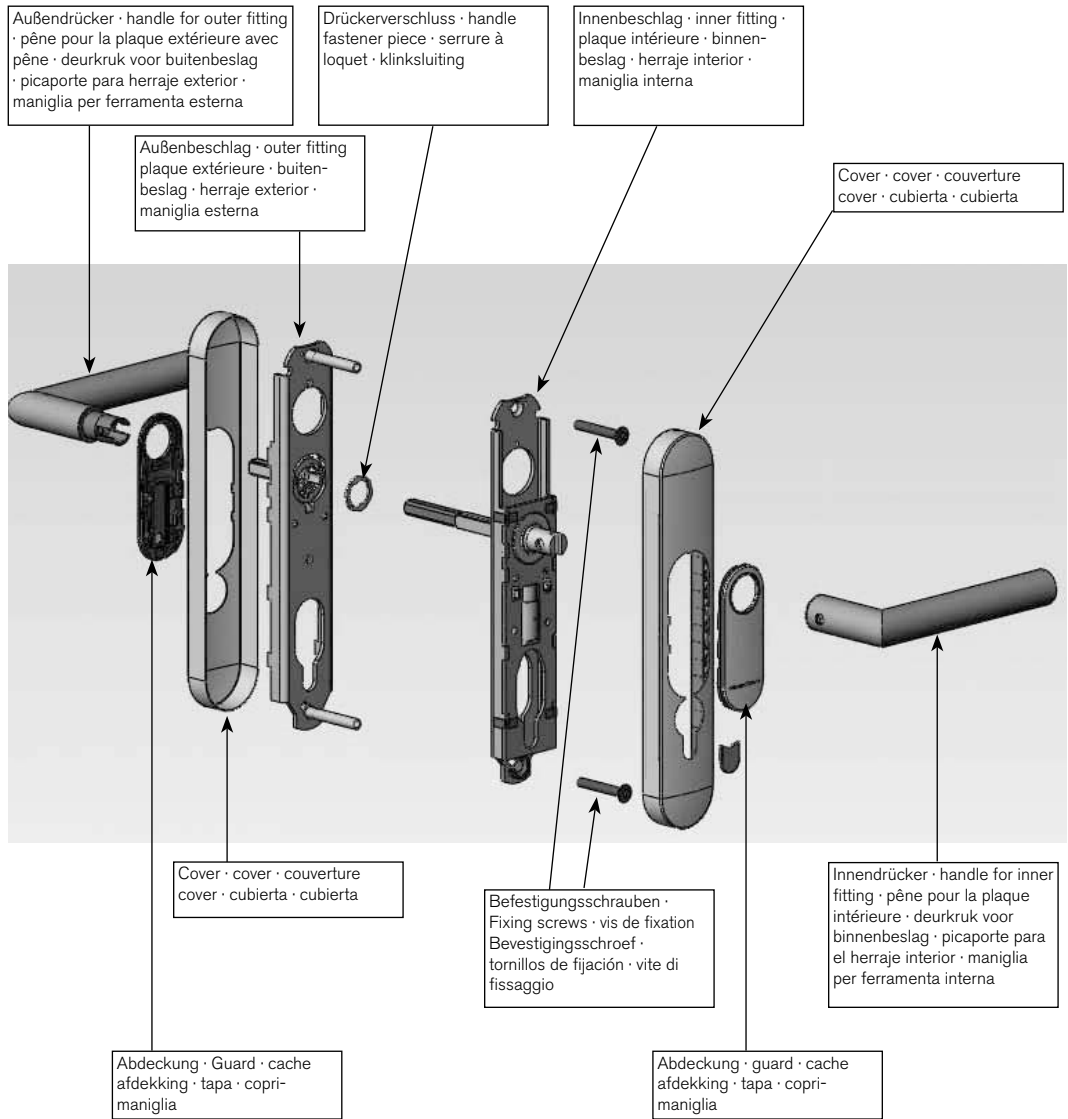
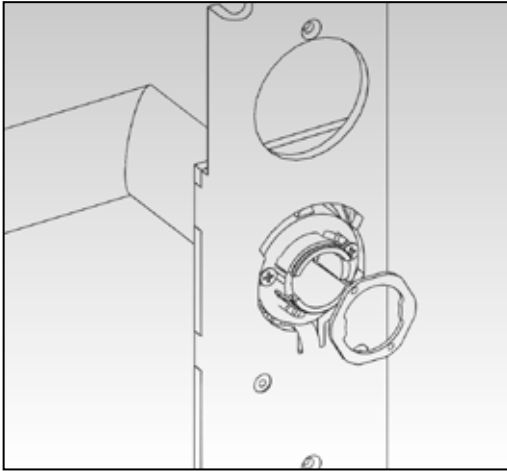

Abbildung 1 · Fig. 1 · Illustration 1 · Afbeelding 1
Abbildung 2 · Fig. 2 · Illustration 2 · Afbeelding 2
11. Drückerverschluss aufstecken (Bild 1 und Bild 2).